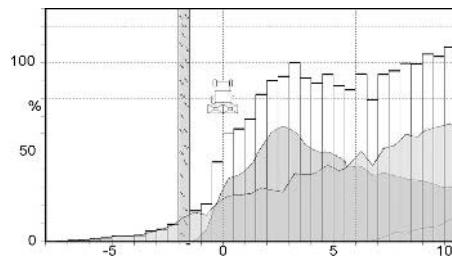
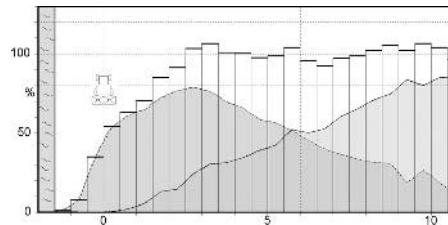

Fig. 13
Fig. 14
- stavljuju stalne tragove u razmacima od 10 tj. 12 m (Fig. 13 i i Fig. 14).
Kod OM 10-16 iznosi domet ca. 36 m (uporedi. Fig. 14). Na taj način nastaju kod 15 i 16 m velika područja preklapanja, koja su korisna za ravnomerno rasipanje djubriva. Kod 10 i 12 m širine radnog zahvata može taj veliki domet da bude loš, posebno pri korišćenju usmerivača za granično rasipanje.
Tako je npr. granično rasipanje (sa usmerivačem za granično rasipanje) na 1,5 m razmaka kod 16 m stalnih tragova dobro, pošto se djubrivo ne bacu preko granice polja. Ali, ako se vozi sa istim položajem lopatica (kod nekih vrsta djubriva, npr. KAS, je moguće sa istim položajem lopatica postići optimalnu i poprečnu raspodelu kod 10-16 m širine radnog zahvata) na 12 m ili na 10 m razmaka stalnih tragova, onda bacaju OM 10-16 pri povratku značajne količine djubriva (ca. 4,5 tj. 6,5 m široke) izvan granice (videti Fig. 13).
Pošto po propisu o djubrenju nije dozvoljeno djubrenje izvan granice polja, moguće je pridržavanje propisa za gore navedene slučajeve korišćenja samo korišćenjem OM 10-12 (vidi Fig. 13).